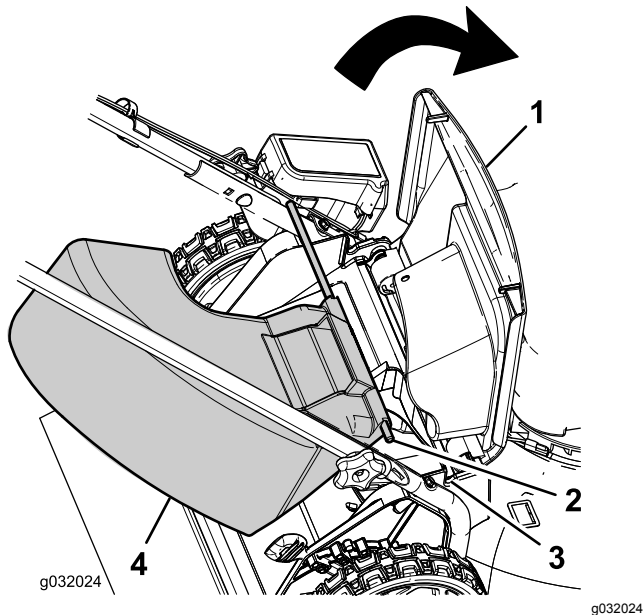

Figura 21
1. Levante la puerta trasera (Figura 21).
2. Introduzca los extremos de la varilla del conducto de descarga lateral en las muescas de los soportes del manillar (Figura 21).